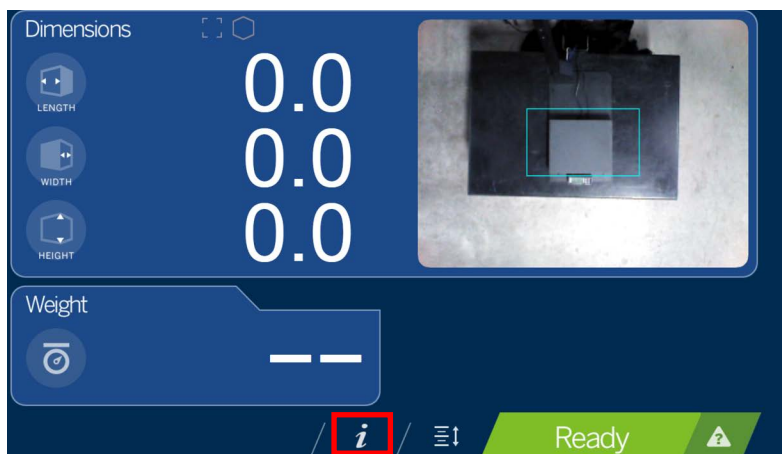

Figura 4-1. Selezione delle informazioni sul dispositivo
1. Selezionare il tasto funzione **Device Information** (Informazioni dispositivo) **i** nella parte inferiore dello schermo (Figura 4-1).